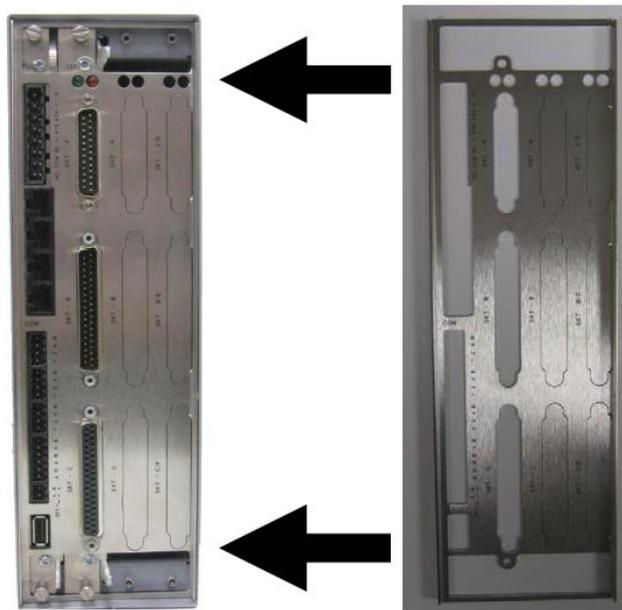

Figura 2-12. Placa de apoio de Segurança no Lugar
2. Coloque a placa de apoio de segurança sobre os módulos já instalados no S600+ e fixe a placa de apoio ao módulo de I/O usando os dois parafusos que você removeu no passo 1 (veja a *Figura 2-12*).
Observação: Na operação atual, os dois slots mais à direita no S600+ exibidos na Figura 2-12 conteriam módulos ou seriam cobertos por placas em branco.